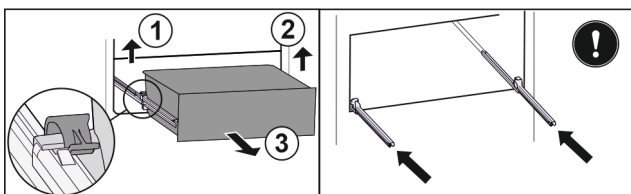

Fig. 89
- ▶ Підняти лівий затискач і одночасно висувний ящик ліворуч потягнути вперед. Fig. 89 (1)
- ▶ Підняти правий затискач і одночасно висувний ящик праворуч потягнути вперед. Fig. 89 (2)
- ▶ Вийняти висувний ящик рухом вперед. Fig. 89 (3)